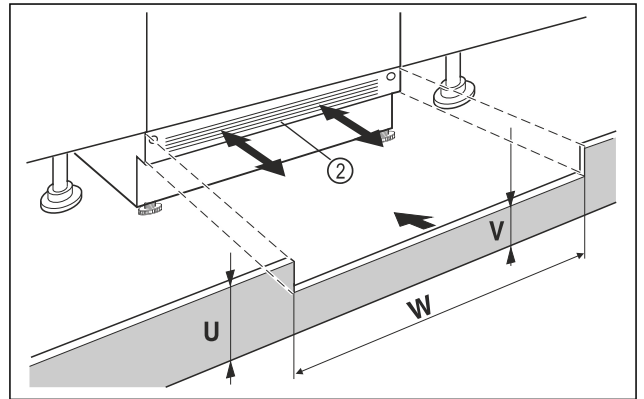

Fig. 98 Przykładowa prezentacja
- ▶ Założyć listwę maskującą cokoł urządzenia Fig. 98 (2), ale jeszcze nie mocować.
- ▶ Przy widocznej listwie maskującej cokoł Fig. 98 (2) pociągnąć ją przodu, tak by przednia krawędź kratki wentylacyjnej oraz listwy maskującej cokoł tworzyły jedną płaszczyznę.
- ▶ Przy zakrytej listwie maskującej cokoł Fig. 98 (2), przesunąć listwę całkowicie do tyłu.
- ▶ Zwrócić uwagę na to, by kratki wentylacyjne były odstępnięte: W razie potrzeby wysokość listwy maskującej cokoł Fig. 98 (U) można dopasować!
- ▶ Na całej szerokości wnęki Fig. 98 (W) należy dopasować wysokość podstawy Fig. 98 (V) pod listwą maskującą cokoł urządzenia Fig. 98 (2).